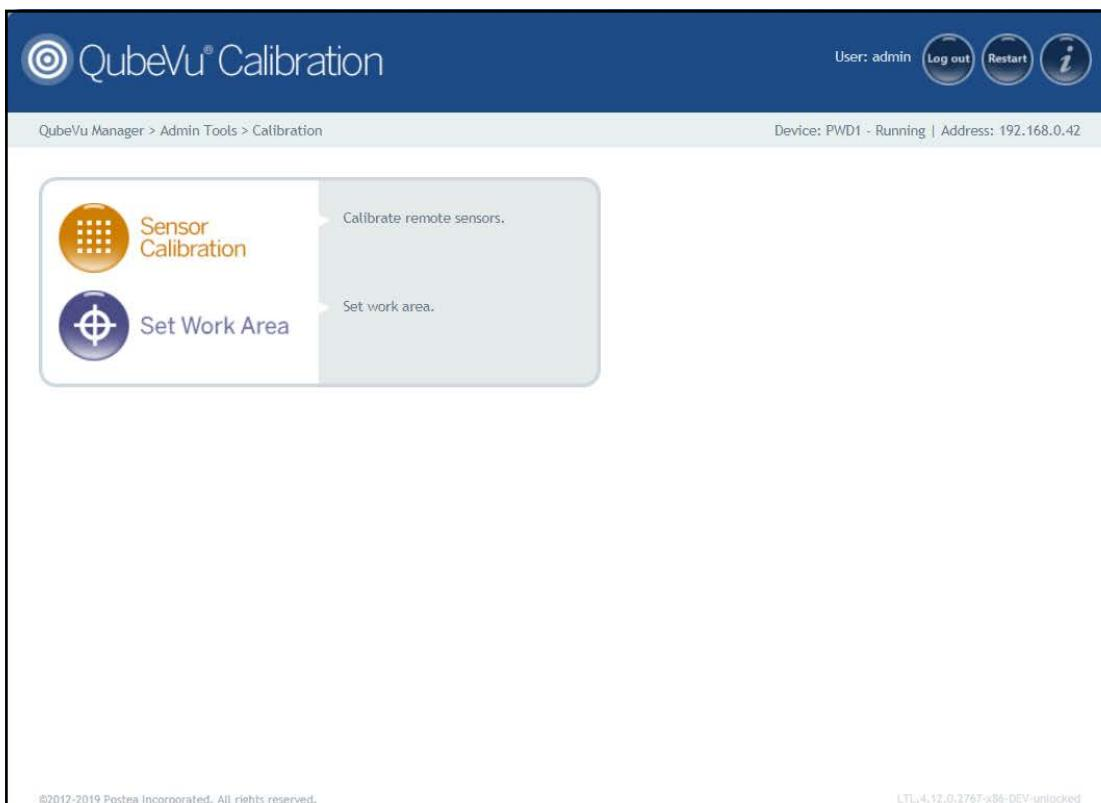

Figura 5-3. Menú de calibración
1. Pulse  **Sensor Calibration** en el menú **Calibration** (Calibración) (Figura 5-3 en la página 23) para entrar en el menú **Remote Sensors Calibration** (Calibración de sensores remotos).
1. Pulse  **Set Work Area** en el menú **Calibration** (Calibración) (Figura 5-3 en la página 23) para entrar en el menú **Set Work Area** (Establecer zona de trabajo).